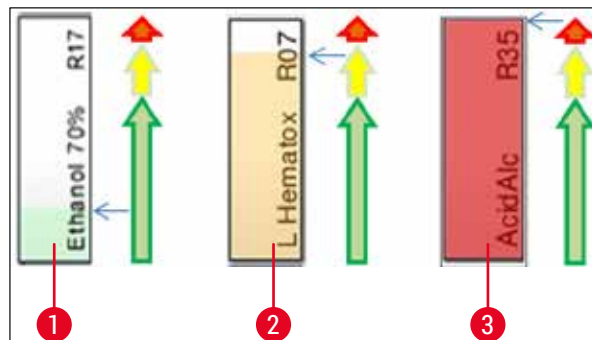

Abb. 70
- Eine Hintergrundfarbe (→ "Abb. 70")
- Die Hintergrundfarbe zeigt den Verbrauchsstatus des Reagenz an (→ "Abb. 70"). Hierbei wächst die Farbsäule bei fortschreitender Verwendung von unten nach oben und wechselt, je nach Verbrauchstatus, die Farbe.